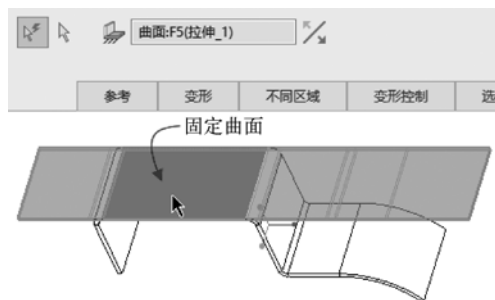

图 3-24 指定固定面
(1) 在功能区“模型”选项卡的“折弯”组中单击 (平整形态) 按钮, 打开“平整形态”选项卡。
(2) 指定在展平时保持固定的曲面或边, 如图 3-24 所示。